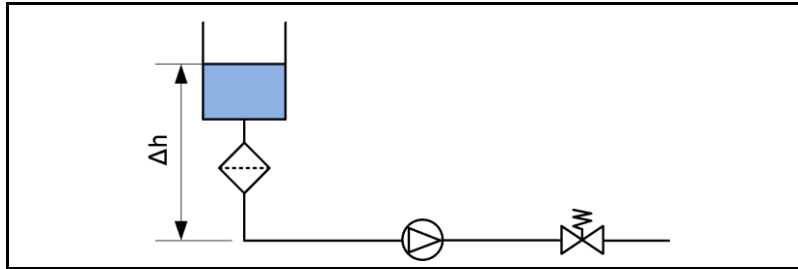

Fig. 19: Réservoir d'aspiration au-dessus de la pompe.
Pour éviter une sortie incontrôlée de fluide, il faut utiliser une soupape de retenue de pression sur le côté refoulement (voir Fig. 19).
- Monter le système conformément à Fig. 19